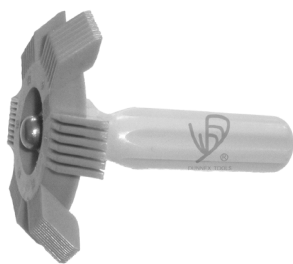

图 2-7 翅片梳
11) 翅片梳（见图 2-7）：一把。它是空调器维修的常用工具，其作用是用来对空调器的冷凝器、蒸发器翅片进行整形。